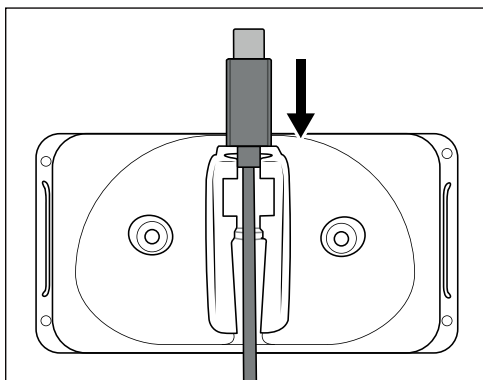
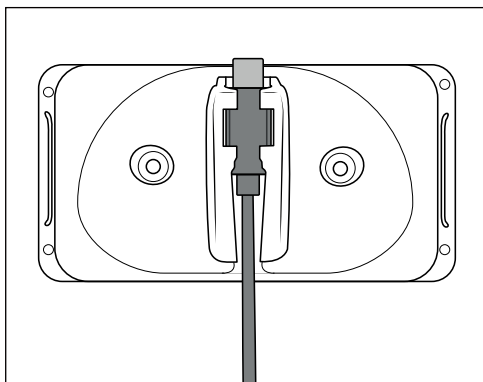

Abb. 1
Abb. 2
- 1) Setzen Sie den USB-C-Stecker **5** des USB-Ladekabels **4** in den Wandhalter **3** ein (siehe Abb. 1). Schieben Sie den USB-C-Stecker **5** nach unten, bis er im Wandhalter **3** einrastet (siehe Abb. 2).